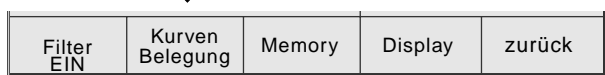

Bild 10-8. Hauptmenü, Seite 2
- Drücken Sie **F2** **Kurvenbelegung** (Bild 10-8).